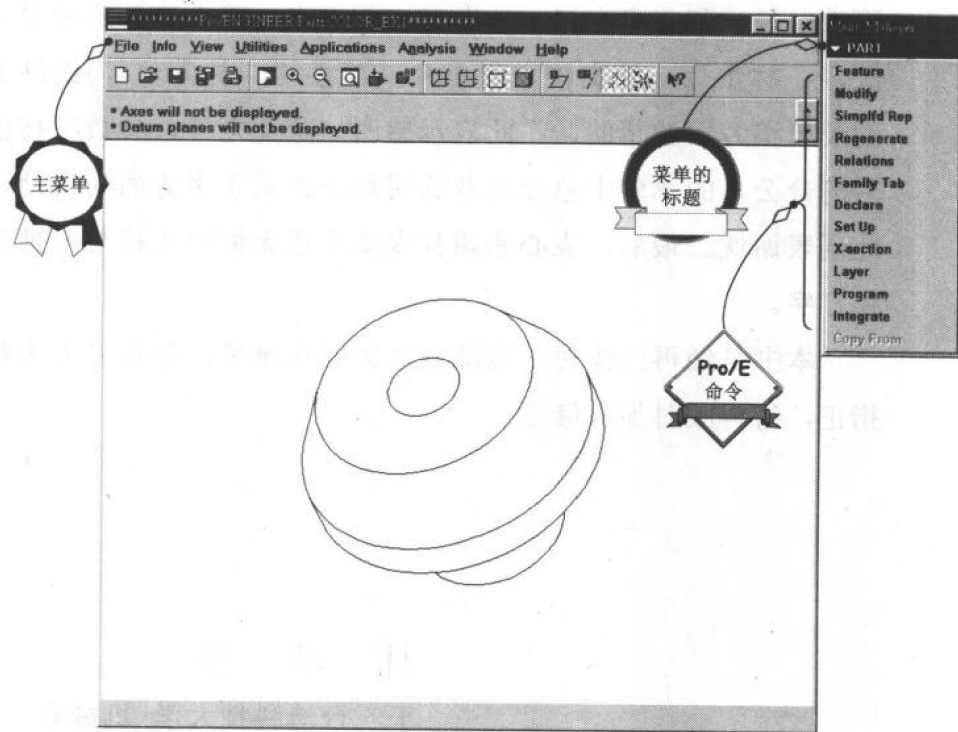

图 1
1. 粗体、斜体、小写字 (例如: *File / Open* 的 *File*): 主菜单 (见图 1)。
2. 粗体、斜体、大写字 (例如: *PART/Feature* 的 *PART*): 菜单的标题 (见图 1)。
3. 正体字 (例如: *PART/Feature* 的 Feature): Pro/ENGINEER 命令 (见图 1)。